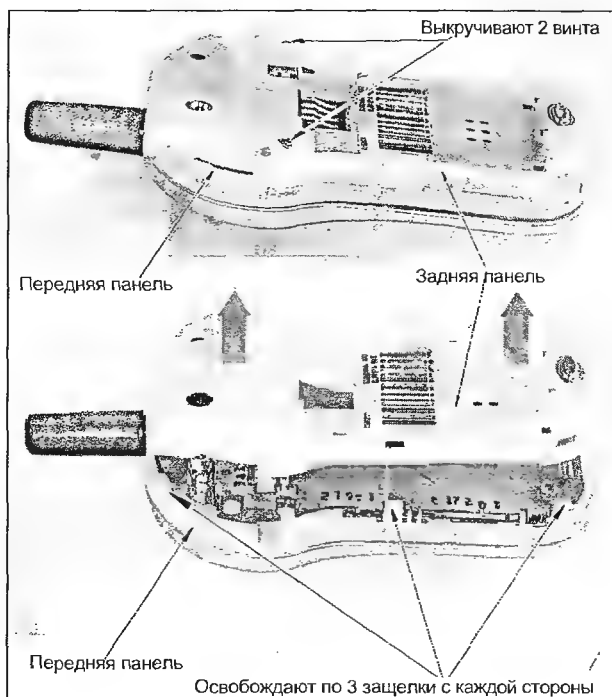

Рис. 4.7
- выкручивают два винта (рис. 4.7), отжимают с помощью плоской отвертки шесть защелок по периметру крышки и снимают заднюю крышку корпуса;